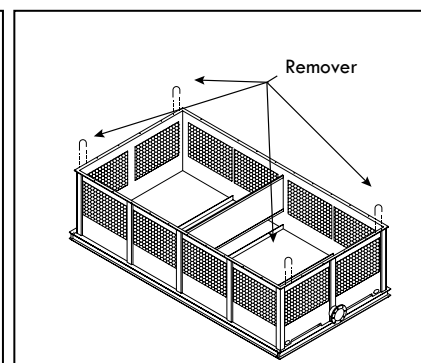

Figura A-48: Remover las argollas de izar de la cisterna en una torre modelo RTG y
- I. Después de instalar la cisterna, remueva las argollas de izar que se encuentran en la brida antes de instalar la siguiente sección (ver Figura A-48).